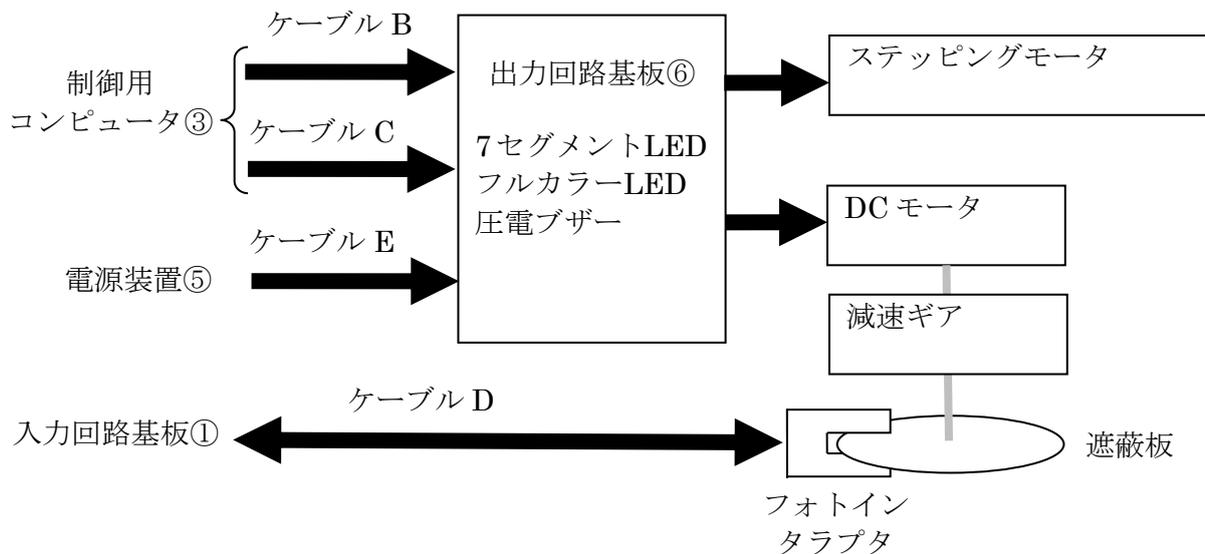

図2 制御対象装置②の構成図
制御対象装置②の構成を図 2 に示す。制御対象として、7セグメントLED、フルカラーLED、圧電ブザー、ステッピングモータ、DCモータ、フォトインタラプタを含む。